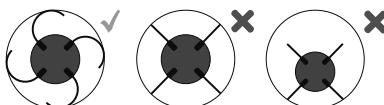

**Rysunek 1 - Nasadka z papierem ściernym RIDGID® FlexShaft**
Nasadki z papierem ściernym RIDGID® FlexShaft są przeznaczone do stosowania z maszynami RIDGID FlexShaft do końcowego czyszczenia ścian rur (np. przed nałożeniem powłoki) lub końcowego przywracania stanu pierwotnego / czyszczenia boków po nałożeniu powłoki (*Rysunek 1*).
1. Wykręcić dwie śruby mocujące przednią osłonę i zdjąć ją (patrz rys. 1).